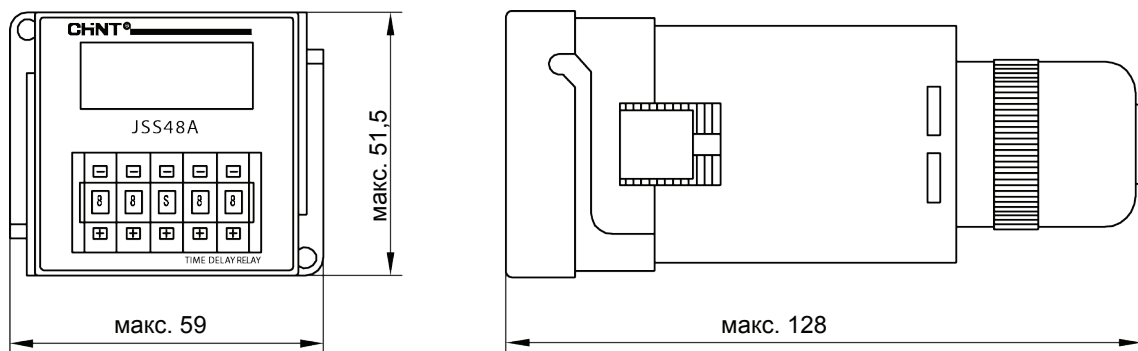

Рис. 1. Габаритные размеры JSS48A/JSS48A-2Z/JSS48A-G/JSS48A-11
- 5.1 Габаритные и установочные размеры JSS48A: см. рис. 1, 2, 3, 4.